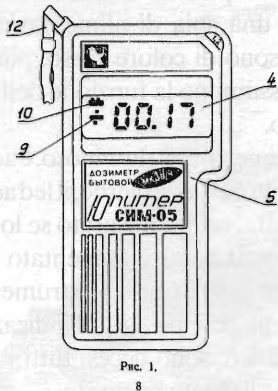

Рис. 1
6.8. Расположение и назначение органов управления и индикация приведены на рис. 1, 2, 3.
#### РАСПОЛОЖЕНИЕ И НАЗНАЧЕНИЕ ОРГАНОВ УПРАВЛЕНИЯ ДОЗИМЕТРА (рис. 1, 2, 3)